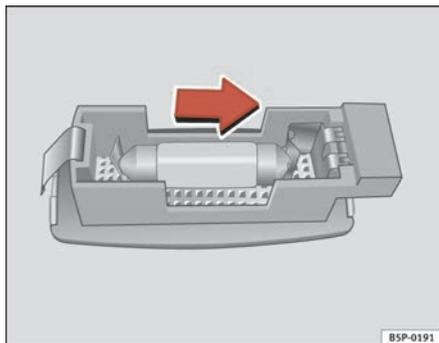

Abb. 202 Ausbau der Leuchte in der Sonnenblende
- Das Lampenglas mit einem Schraubenzieher vorsichtig an der Vertiefung heraushebeln, wie dies der Pfeil zeigt ⇒ Abb. 202.
⇒ Abb. 202. ■